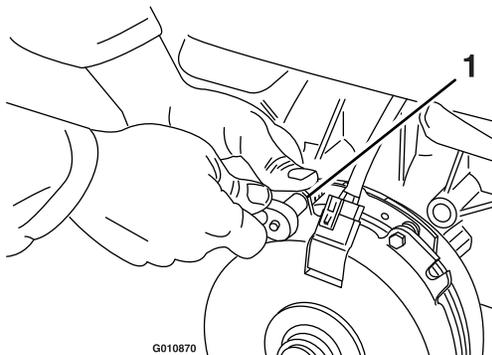

Figure 73
- A. Desserrez les boulons de fixation du frein de $\frac{1}{2}$ tour à 1 tour, comme montré à la Figure 73.